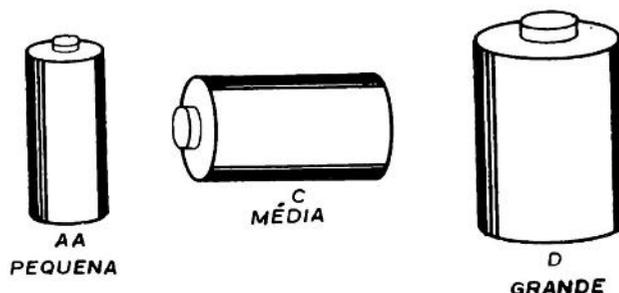

Figura 7
b) O segundo caso consiste no emprego de pilhas comuns, pequenas, médias ou grandes (figura 7). Com 4 ou 6 pilhas pequenas já se pode obter uma potência máxima do transmissor de 100 mW ou pouco mais, e com 4 ou 6 pilhas médias esta potência já pode se elevar até 500 mW. Para o caso de pilhas grandes o transmissor alimentado já alcança, com 6 unidades 1W ou mais.